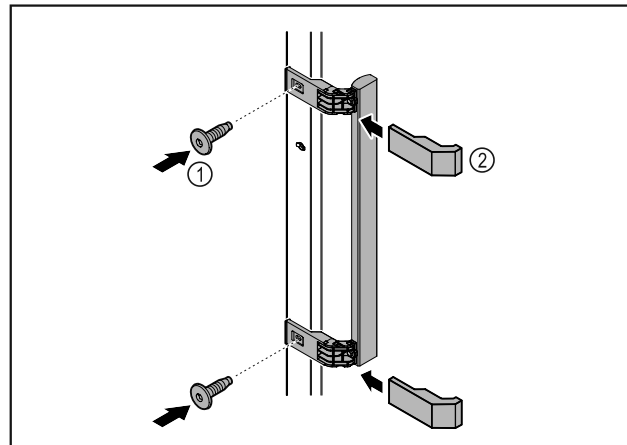

Fig. 3
- ▶ Монтирайте дръжката от пакета с принадлежности с приложените винтове Fig. 3 (1) на вратата.
- ▶ Нахлузете капака Fig. 3 (2).